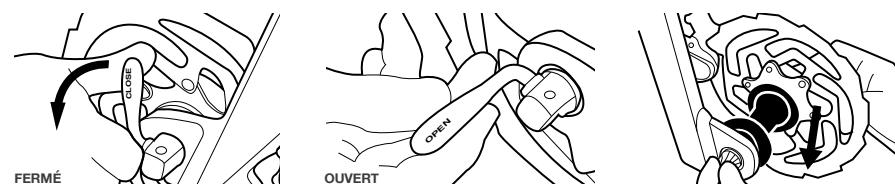

Figure 15. Ouverture de l'axe à blocage rapide
1. Ouvrez le levier de l'axe. Vous devez maintenant pouvoir lire l'inscription « OPEN » (« ouvert » en anglais) sur le levier comme sur la *Figure 15*. Pour la roue arrière, passez les vitesses jusqu'à ce que la chaîne soit sur le plus petit pignon puis ouvrez le levier de l'axe.